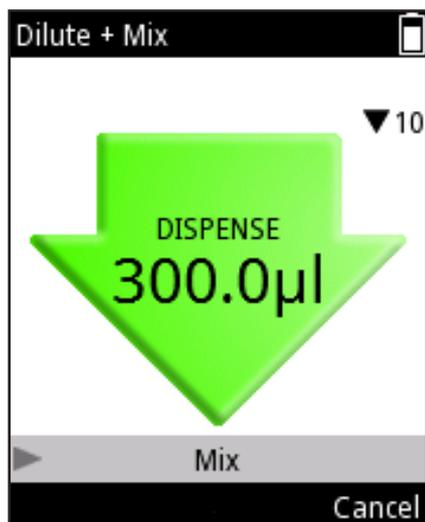

图 D31.
6. 按压 trigger (触发器) 分配总体积 (图 D31)。